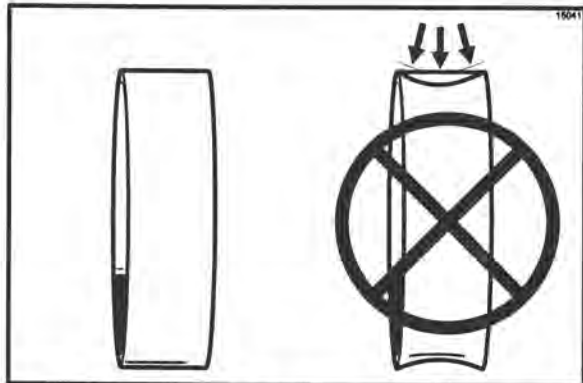

Figura 23
**Nota:** Los anillos de retención tienen dos superficies lisas. Una forma cóncava indica que el armado no es correcto. En este caso, voltee el anillo de retención para que las superficies lisas queden hacia afuera. (Vea la figura 23.)